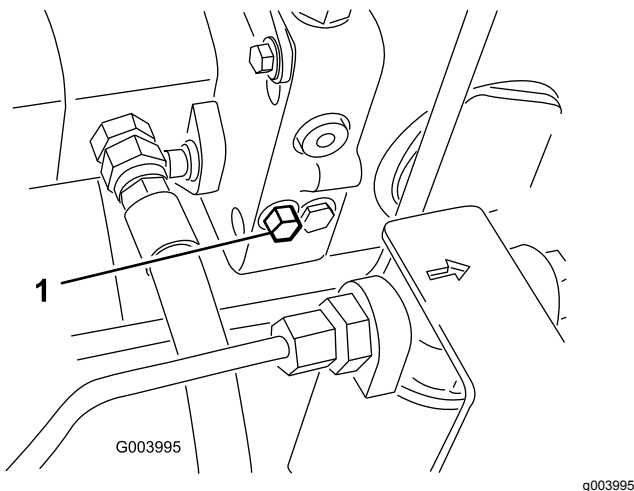

Figura 37
1. La valvola di bypass è situata sul lato sinistro dell'idrostatato (**Figura 37**). Fate ruotare di un giro e mezzo il bullone per aprire e lasciare bypassare il fluido all'interno.